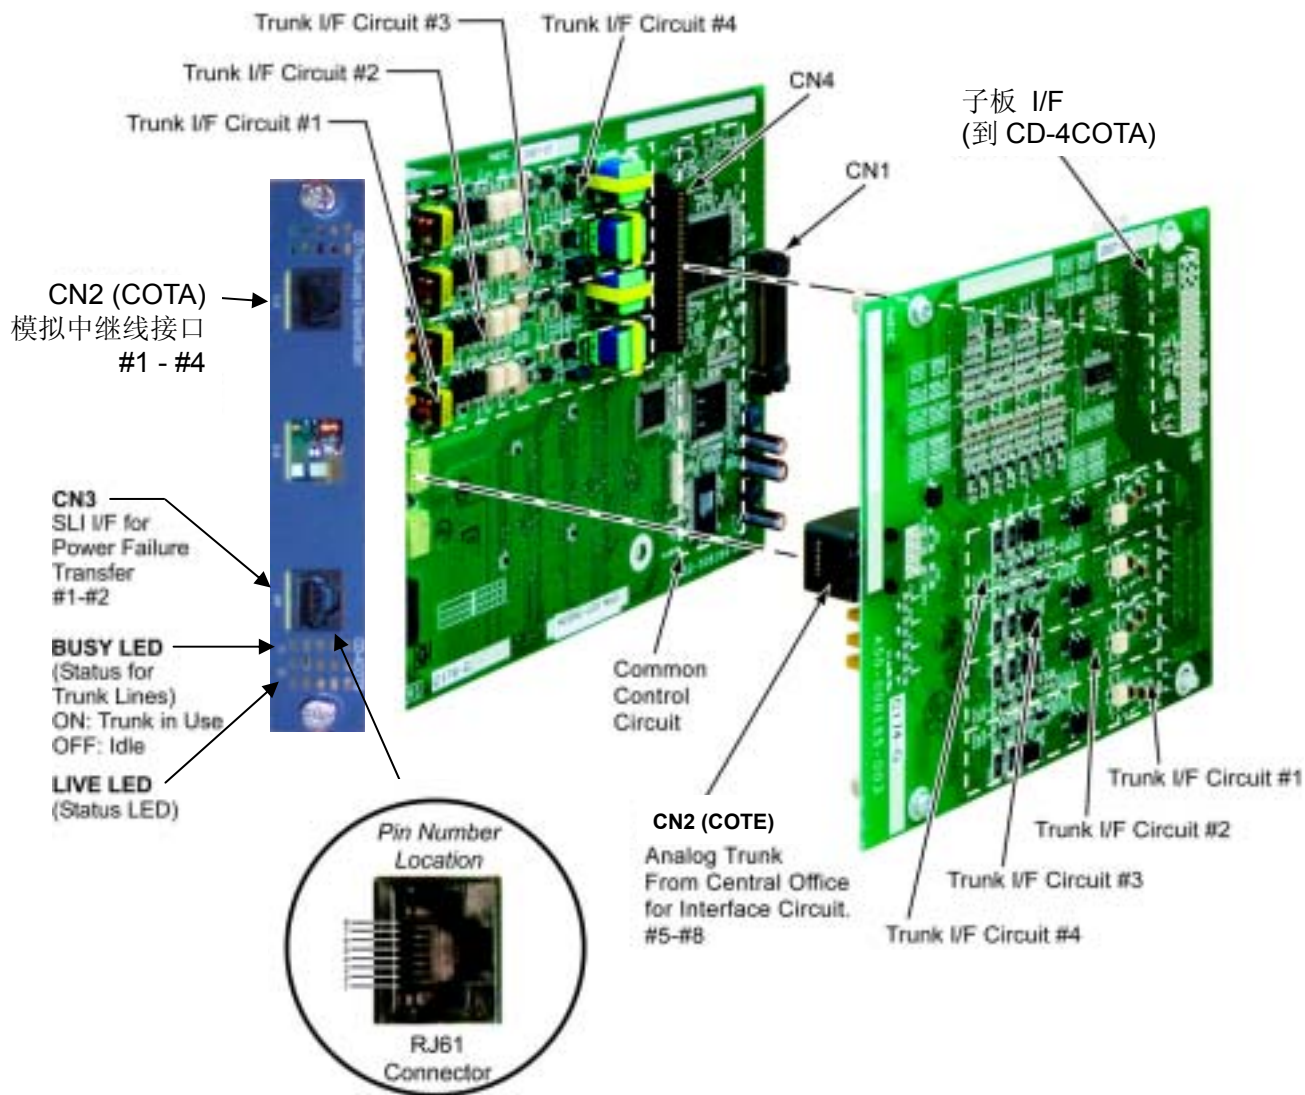

图 4-21 安装 PZ-4COTE 子板
- 3. 将带有子板的 CD-4COTA 板卡插进机柜的槽位。参考“图 4-21”。
“表 4-35” 表示 RJ-61 连接器的引线出脚。PZ-4COTE 板连接器的位置参考“图 4-21”。